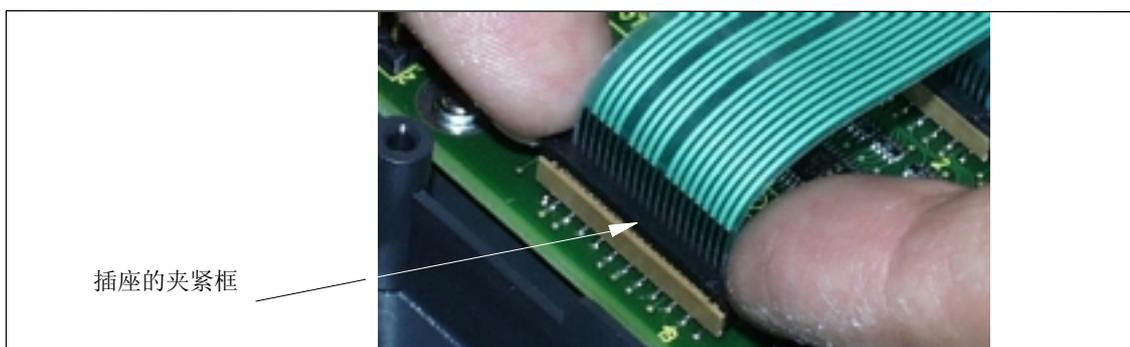

图 5-10 更换操作面板：松开一个薄膜插头
- 向上压，使插座上的黑色夹紧框松开，直至到达上部未卡住位置（图 5-10）。